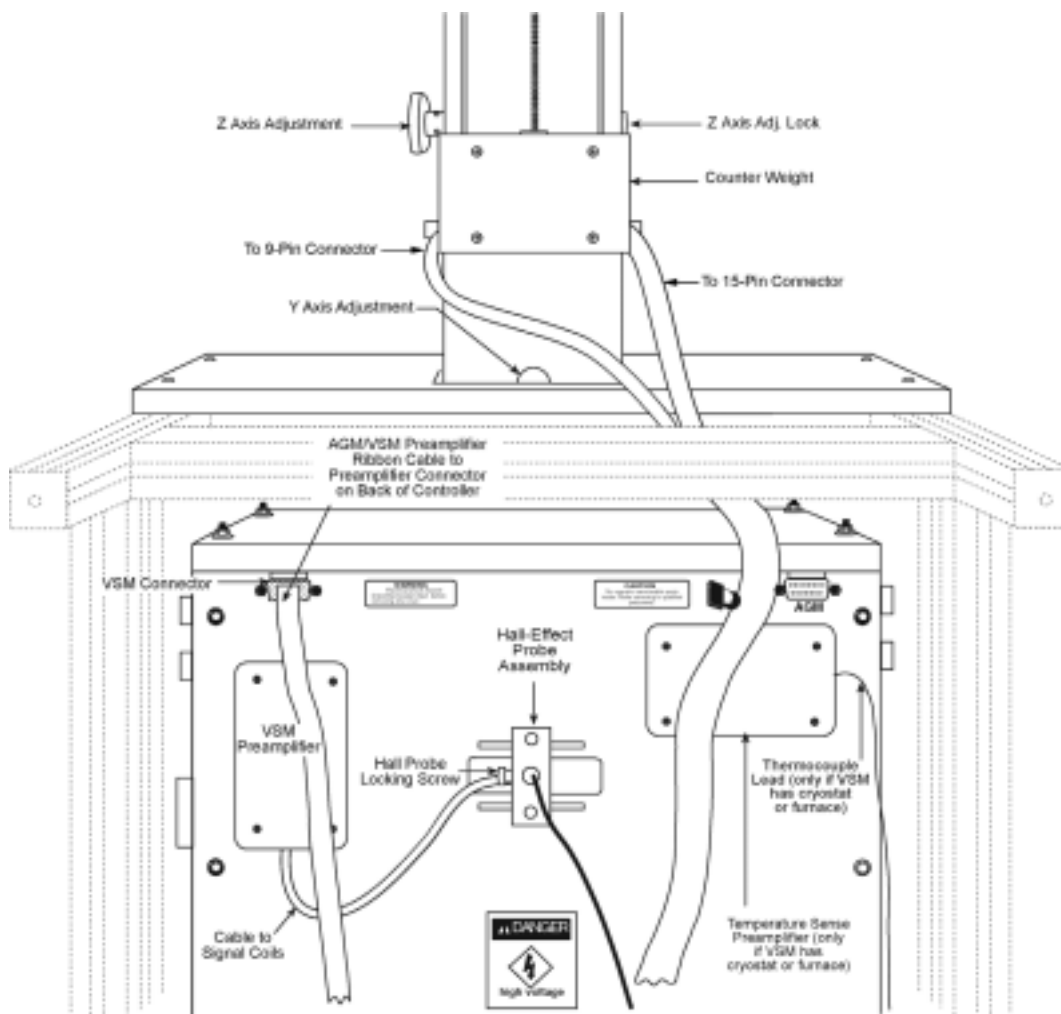

図 16 VSM Drive Assembly Plate (背面)
- 2、図16 (背面図) を参照し、ホールプローブの取り付け位置を確認します。